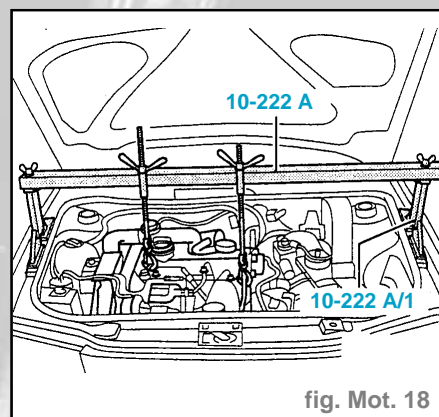

fig. Mot. 18
- Mettre en place le dispositif d'appui **10-220 A/1** et soutenir l'ensemble moteur/boîte dans cette position (fig. mot. 18).